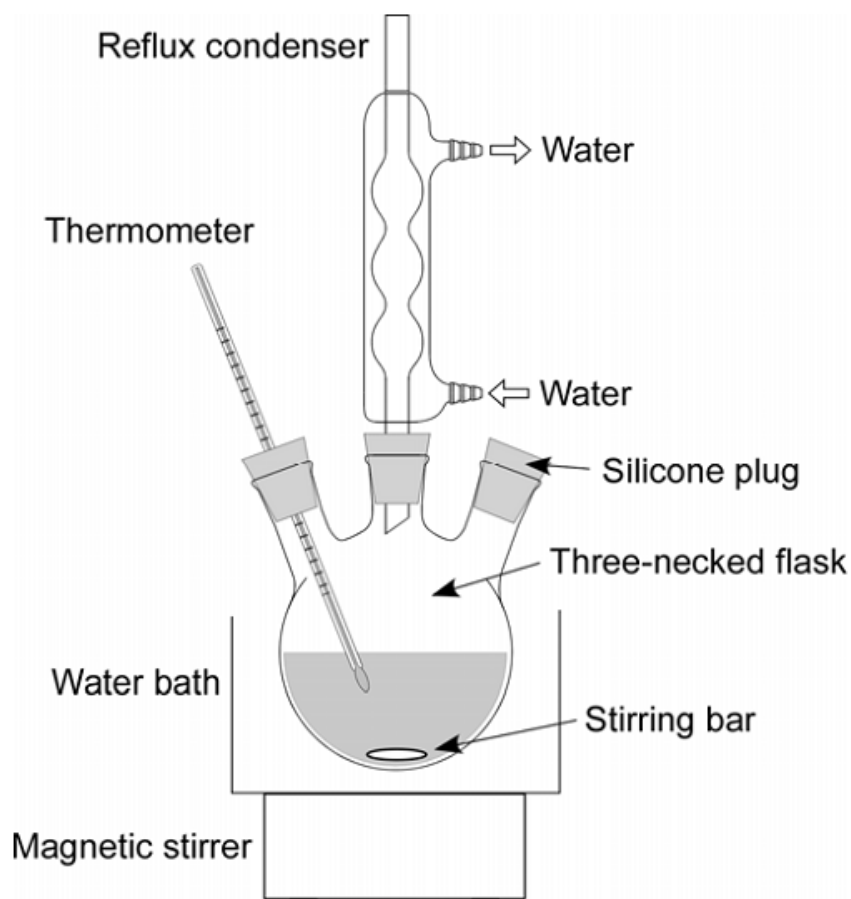

Fig. 36.1 Experimental setup.
- (1) 如图36.1所示，组装实验装置（先不加硅胶塞）。
- (2) 称取100 mL水和1.0 g树脂，从加入三颈瓶中，然后开动磁力搅拌器并开始加热。
- (3) 使溶液温度保持在60 °C，再往瓶中加入5 mL乙酸乙酯。反应自此刻开始。
- (4) 往6只锥形瓶中各加入50 mL冷水，之后各加入几滴酚酞。保持锥形瓶为室温。
- (5) 往一支25 mL的滴定管中加满0.3 mol L⁻¹的氢氧化钠溶液
- (6) 反应开始10分钟后，停止搅拌，取出催化剂，用移液管移取5 mL溶液加入小玻璃瓶中。随后立即用吸量管移取3 mL溶液到装有水的锥形瓶中（你也可以不借助仪器直接转移，这取决于你的操作水平）。再次搅拌溶液。
- (7) 每隔10分钟就重复一遍步骤(6)，直到反应一小时为止。
- (8) 用氢氧化钠滴定6个锥形瓶中的样本。建议你在滴定前估算一下乙酸乙酯完全水解所需要用于滴定的氢氧化钠的量。